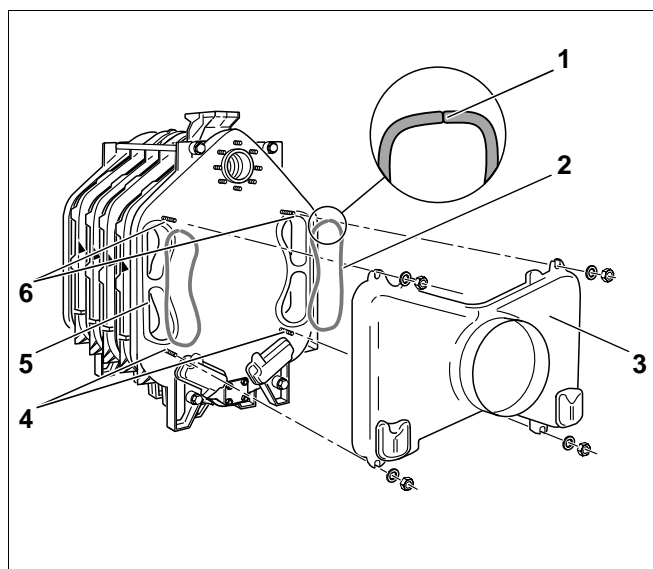

Fig. 26
Til tætning af forbindelserne mellem kedel og røggasse (Fig. 26, **pos. 3**) anvendes GP-tætningssnor (glasfibersnor med silikonebelægning) (Fig. 26, **pos. 2**).
- Klæb GP-tætningssnoren (ca. 1500 mm lang) fast i sporet på bagelementet (Fig. 26, **pos. 5**) med Silastik-klæber. Tætningssnoren skal lægges i, så samlingen i tætningssnoren ligger i det øverste område af sporet (Fig. 26, **pos. 1**).
- Sæt røggassen på de fire pinbolte på det bageste element (Fig. 26, **pos. 4 og 6**), og skru den på med spændeskiver og møtrikker.